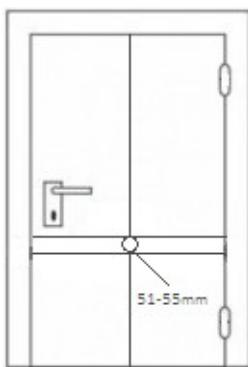

Abb. 12
1. Position des Schlosskörpers auf dem Türblatt auswählen (Abb. 12).
2. Lochbohrung für die Außenrosette durchführen (Lochfräse 51-55mm, Abb. 12).